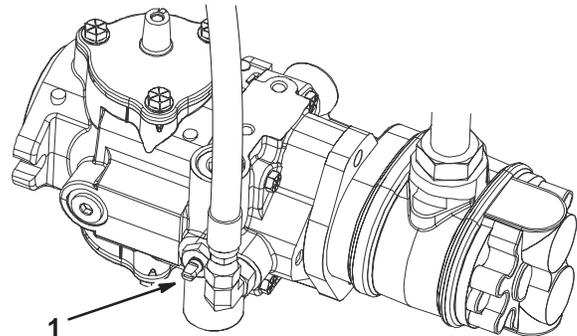

Bild 31
- Ermitteln Sie das Sicherheitsventil an der Pumpe und drehen Sie es, so dass der Schlitz vertikal ist (Bild 31).
- Schließen Sie vor dem Starten des Motors das Sicherheitsventil. Drehen Sie den Schlitz des Ventils in die horizontale Stellung (Bild 31). Starten Sie den Motor nie, wenn das Ventil noch offen steht.